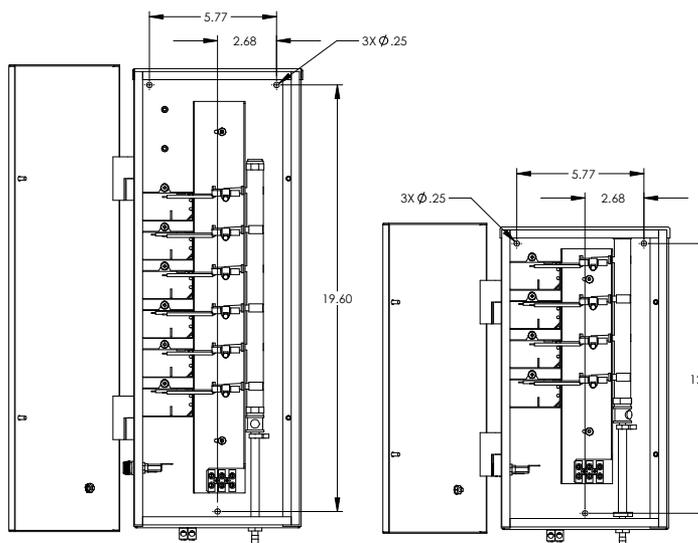

Figure 1: Dimensions des Trous de Montage
- Un connecteur de fil de pression est prévu sur le côté extérieur de l'unité, et marqué "cosse d'attache". Connectez un conducteur solide de liaison AWG Numéro 6 au minimum (13,3 mm²) entre ce point et tout équipement métallique, boîtiers métalliques de l'équipement électrique, conduites d'eau métalliques ou conduit dans les cinq (5) pieds (1,5 m) de l'unité ou au besoin pour se conformer aux exigences locales.
- Le DEL Eclipse doit être installé à l'extérieur, ou à l'intérieur dans une salle bien ventilée, et il doit être installé de manière à ce qu'il soit orienté exactement selon l'illustration de la Figure 1. Installez-le de manière à ce que le générateur puisse vidanger l'eau afin de protéger les composants électriques.
- Ouvrez la porte de l'enceinte et trouvez les trois trous de montage sur la paroi arrière de l'enceinte. Vous trouverez deux trous situés en haut à gauche et à droite, et un autre situé en bas, dans le centre. Reportez-vous à l'illustration de la Figure 1 pour plus de clarification.